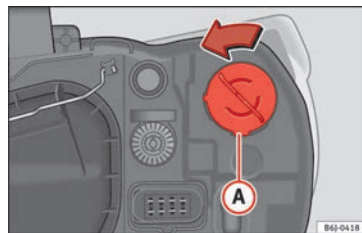

Fig. 175 Luz intermitente del faro simple.
- Gire el portalámparas »» fig. 175 **(A)** hacia la izquierda y tire.